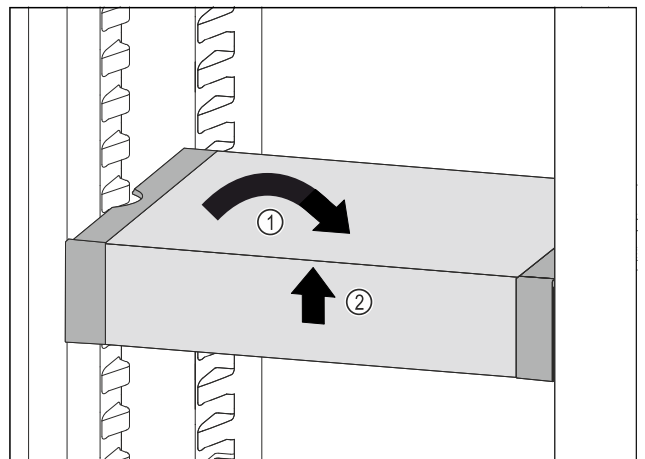

Fig. 53
- Coloque el VarioSafe en posición recta. Fig. 53 (1)
- Levante el VarioSafe por delante. Fig. 53 (2)